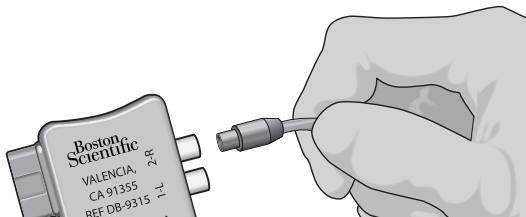

Рис. 9. Подключение кабеля для операционной 1 x 8 к внешнему пробному стимулятору 2 и адаптеру ETS
- Подключите кабель для операционной к разъему адаптера ETS с маркировкой 1-L (рис. 9). Если используются два отведения для ГСМ, подключите левое к разъему 1-L, а правое – к разъему 2-R.